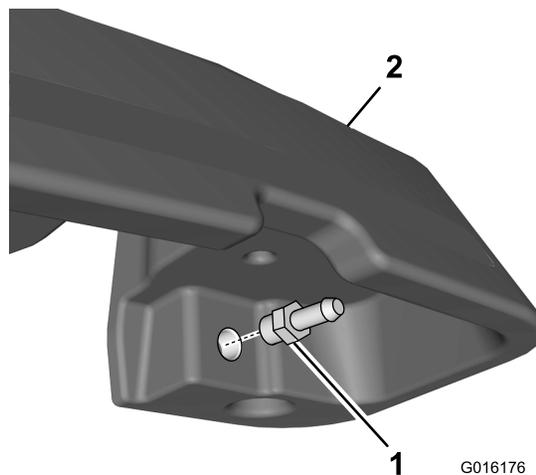

Figura 8
12. Instale união hidráulica reta na abertura no lado inferior do depósito do detector de fugas (Figura 8).